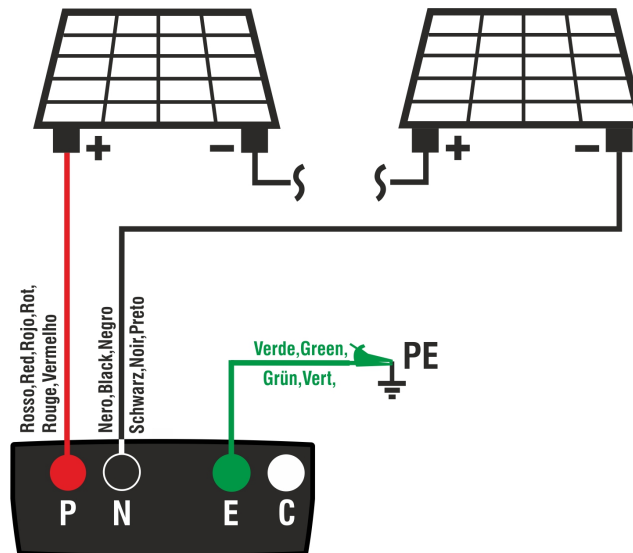

Abb. 7: Verbindung des Geräts für Isolationsmessung in Betriebsmodus DUAL
6. Verbinden Sie das Gerät mit dem zu prüfenden PV-String, wie in der Abb. 7 gezeigt. **Der Test kann auch an mehreren parallel geschalteten Strings durchgeführt werden. Bitte beachten Sie, dass eventuelle, mit den Kabeln des/der Strings verbundenen Überspannungsableiter abgetrennt werden müssen, und dass es empfohlen ist, die Messung vor eventuellen Blockdioden durchzuführen.**